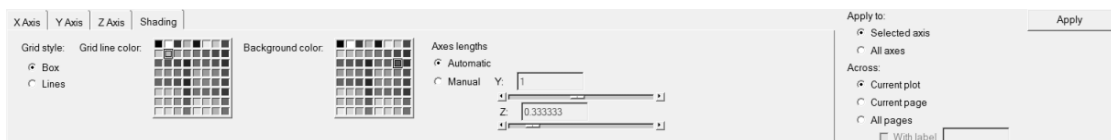

图 13-138 Axes 面板
- (1) 单击 Axes () 按钮激活面板，如图 13-138 所示。